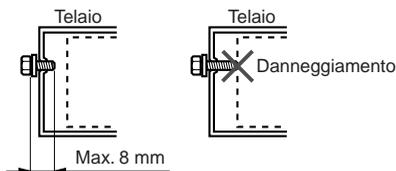

Figura 4
5. Usare le viti in dotazione per l'installazione. L'uso di viti diverse potrebbe provocare dei danni. (Figura 4)